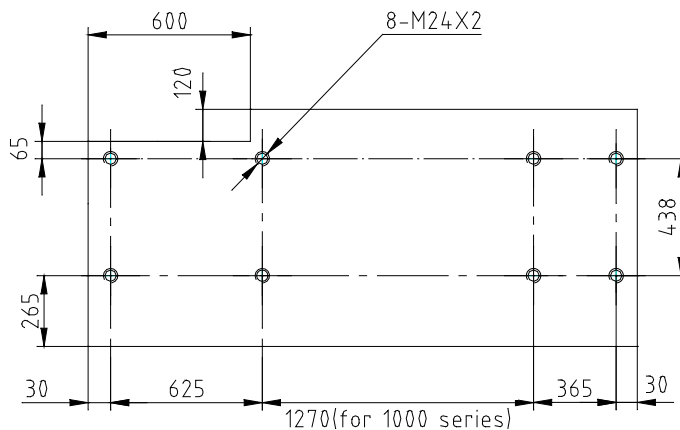

Рис.4
8. Токарный станок может быть установлен на регулируемых опорах, поставляемых в комплекте со станком, и выставлен по уровню с помощью винтов. Или установлен на подготовленном бетонном фундаменте с помощью анкерных болтов и выровнен с помощью подкладок. Схема размещения анкерных болтов показана на Рис.4.